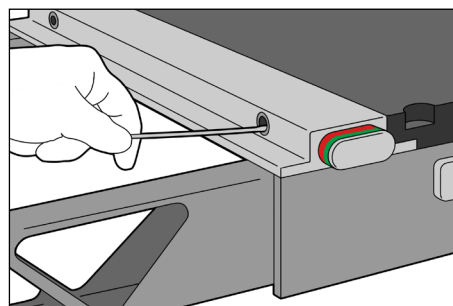

Fig. 3
3. Brug tørre vatpinde til at rengøre modtagerhullerne indvendigt. (Fig. 3)
5. Brug tørre vatpinde til at fjerne løse fnug eller restmaterialer. (Fig. 3)